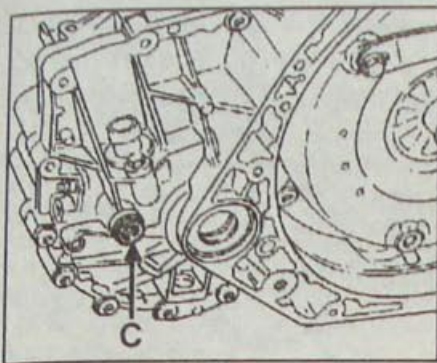

Рис. 7.5. Расположение пробки (С) заполнения трансмиссионной жидкостью картера дифференциала
- Заправка и проверка уровня трансмиссионной жидкости проводится после удаления пробки (С, рис. 7.5). Трансмиссионная жидкость заливается в картер до тех пор, пока она не начнет вытекать из отверстия.